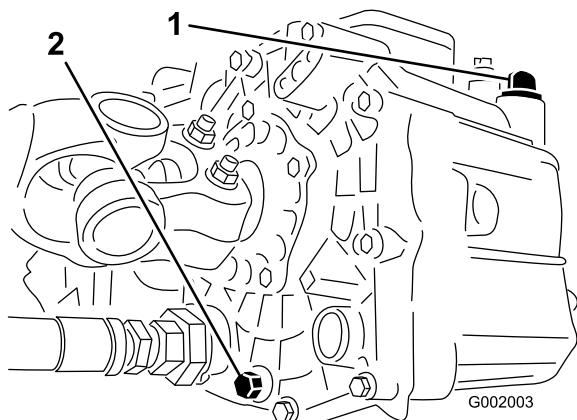

Figure 38
3. Retirez le bouchon de vidange sur le côté du réservoir et laissez l'huile s'écouler dans le bac de vidange (Figure 38).